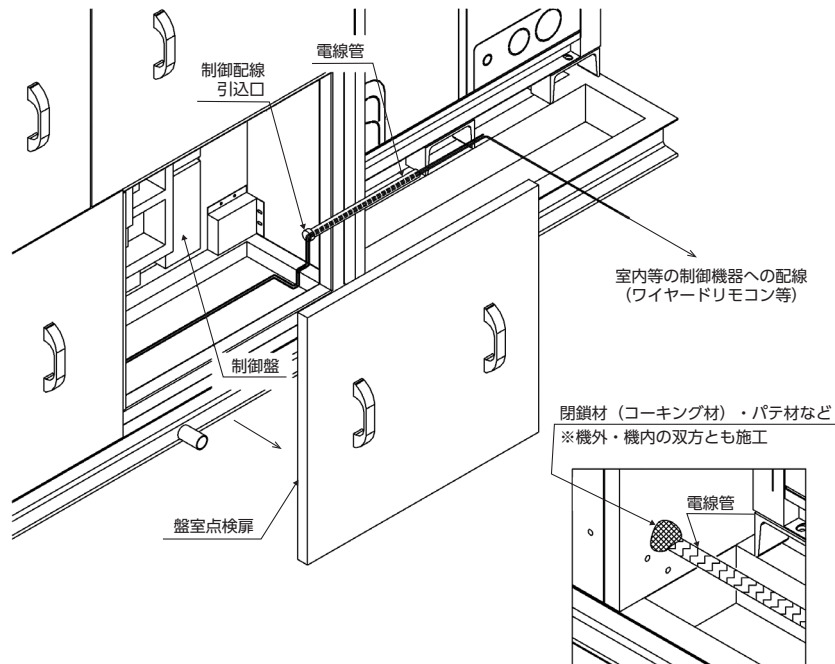

図8-8 盤室外装パネル、盤室への制御配線の引き込み
- ・盤室外装パネルを外したあと、制御配線を制御配線引込口から引き込んでください。（図8-8参照）